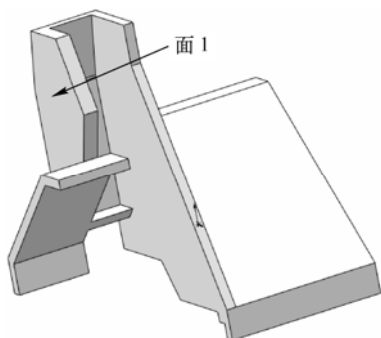
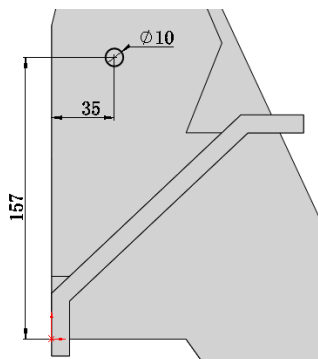

图 13-162 拉伸实体 6
图 13-163 绘制草图
(14) 拉伸实体 6。选择菜单栏中的“插入”→“凸台/基体”→“拉伸”命令，或者单击“特征”工具栏中的（拉伸凸台/基体）按钮，此时系统弹出如图 13-161 所示的“凸台-拉伸”属性管理器。设置拉伸终止条件为“成形到一面”，在视图中选择如图 13-161 所示的面，然后单击（确定）按钮，结果如图 13-162 所示。
(15) 绘制草图。在视图中用鼠标选择如图 13-162 所示的面 1 作为绘制图形的基准面。单击“草图”工具栏中的（圆）按钮，绘制并标注草图如图 13-163 所示。